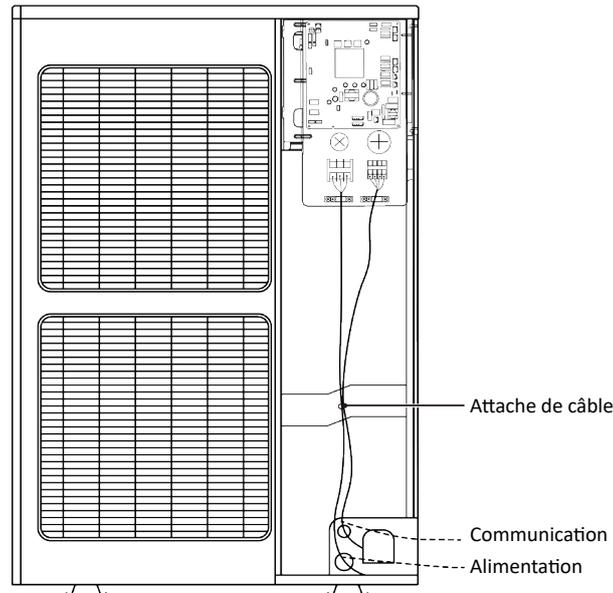

Fig.4.24
- 1 Veuillez vous référer aux Fig. 4.24 et 4.25 pour le câblage technique. Si le trou de serre-câble est présent sur le parcours de câble, veuillez fixer ce dernier avec un serre-câble. Raccordez les câbles d'alimentation et de communication au bornier et à la vis de terre correspondants conformément au schéma de câblage.